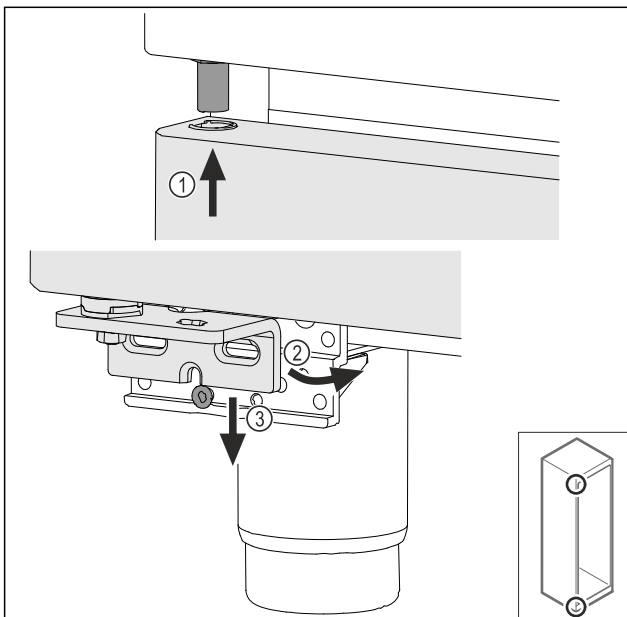

Fig. 70
- Luta dörren något och lirka in den upptill Fig. 70 (1), rätta upp dörren Fig. 70 (2) och sätt den på lagerbockskraven Fig. 70 (3) nedtill.